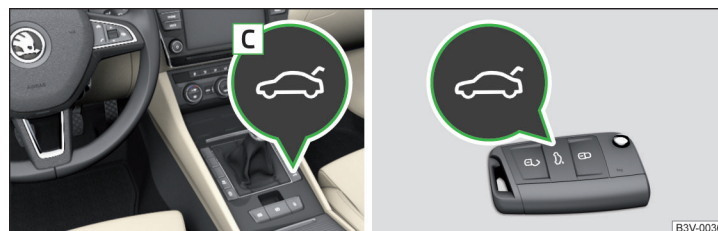

Abb. 46 Taste für die Klappenbedienung / Taste auf dem Schlüssel
- ▶ Durch das Drücken der Taste **C** » Abb. 46.
- ▶ Öffnen der Klappe mittels der Taste **C** » Abb. 46.